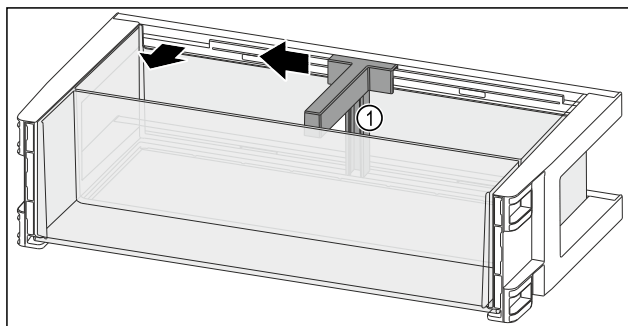

Fig. 122
- Flaschenhalter Fig. 122 (1) bis zur Aussparung zur Seite schieben.
- Flaschenhalter Fig. 122 (1) entnehmen.